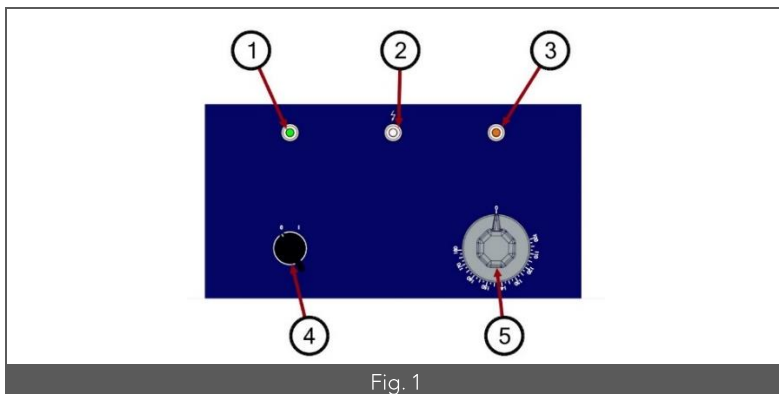

Fig. 1
- Actionner le commutateur (Fig. 1 – Rep. 4) du bac désiré pour mettre la fonction en service. Le voyant vert (Fig. 1 – Rep. 1) s'éclaire.
- Actionner le thermostat (Fig. 1 – Rep. 5) dans le sens horaire. Le voyant orange (Fig. 1 – Rep. 3) s'éclaire, indiquant la chauffe du bain d'huile.